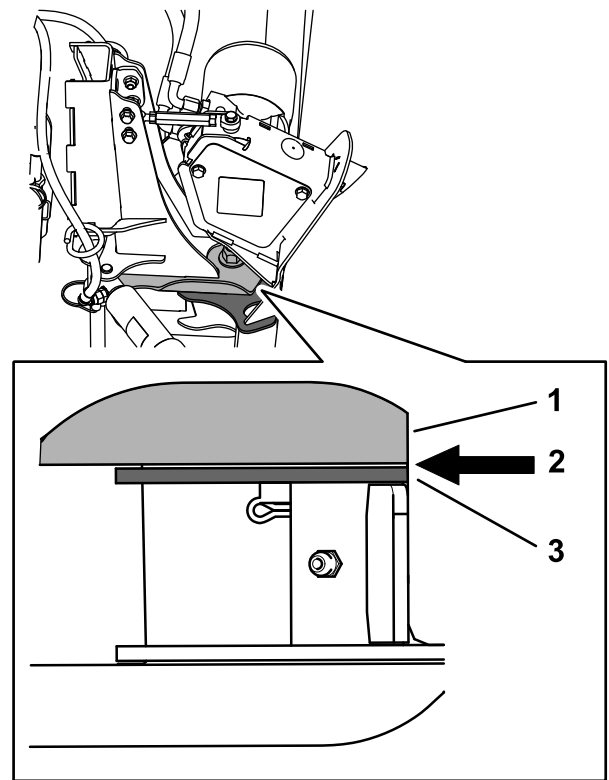

**Figure 9**
- A. Desserrez les fixations sur le profilé, faites coulisser le profilé vers le haut ou le bas, puis resserrez les fixations (Figure 9).
B. Desserrez les écrous hexagonaux pour régler la longueur du tendeur en fonction des besoins (Figure 9). Quand vous réglez le tendeur, glissez une feuille de papier entre la plaque supérieure et le profilé supérieur pour vérifier qu'ils sont suffisamment espacés (Figure 10).